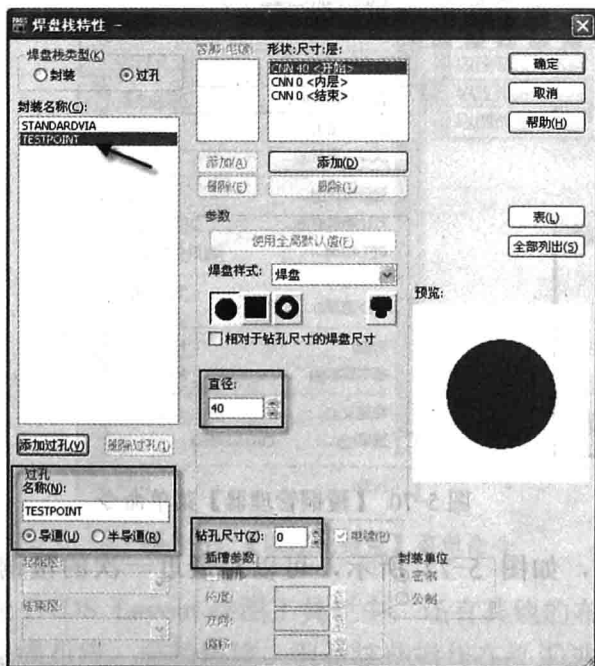

图 5-73 “焊盘栈特性”对话框
(1) 创建测试点。方法与创建过孔的方法类似，执行菜单命令【设置】→【焊盘栈】，弹出“焊盘栈特性”对话框，添加一个 TESTPOINT 的过孔，如图 5-73 所示